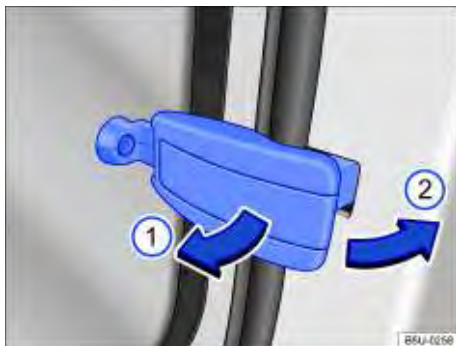

Fig. 36 Fechar o vidro basculante traseiro.
- Puxar a alavanca de travamento no sentido da seta ⇒ Fig. 36 ① para dentro.
- Pressionar a alavanca de travamento no sentido da seta ② para trás, até que ela se trave e o vidro esteja fechado.